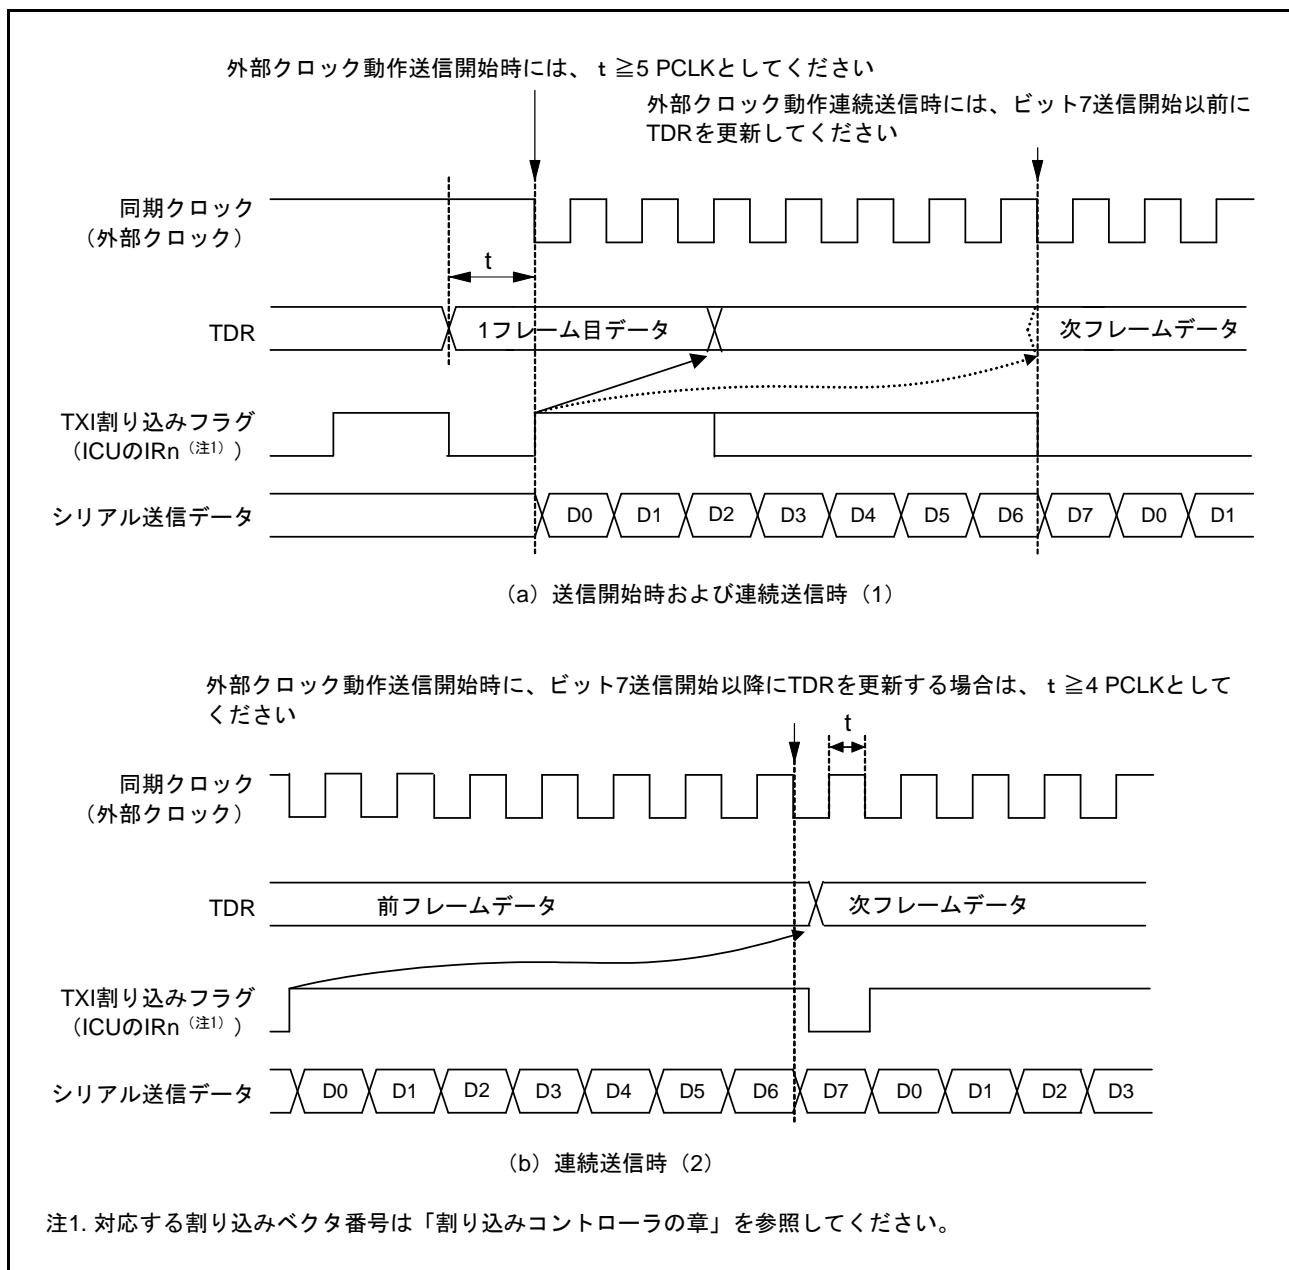

図 26.72 クロック同期式モード送信での外部クロック使用の制約事項
CPUまたはDTCによるTDRレジスタの更新後、PCLKで5クロック以上経過した後に送信クロックを入力してください(図26.72参照)。
(2) 連続送信時
- ビット7の送信クロックの立ち上がり以前に、TDRまたはTDRLレジスタに次の送信データを書き込んでください(図26.72参照)。
- ビット7送信開始以降にTDRを更新する場合は、同期クロックがLowの期間にTDRを更新し、かつビット7の送信クロックのHigh幅を、4PCLK以上にしてください(図26.72参照)。